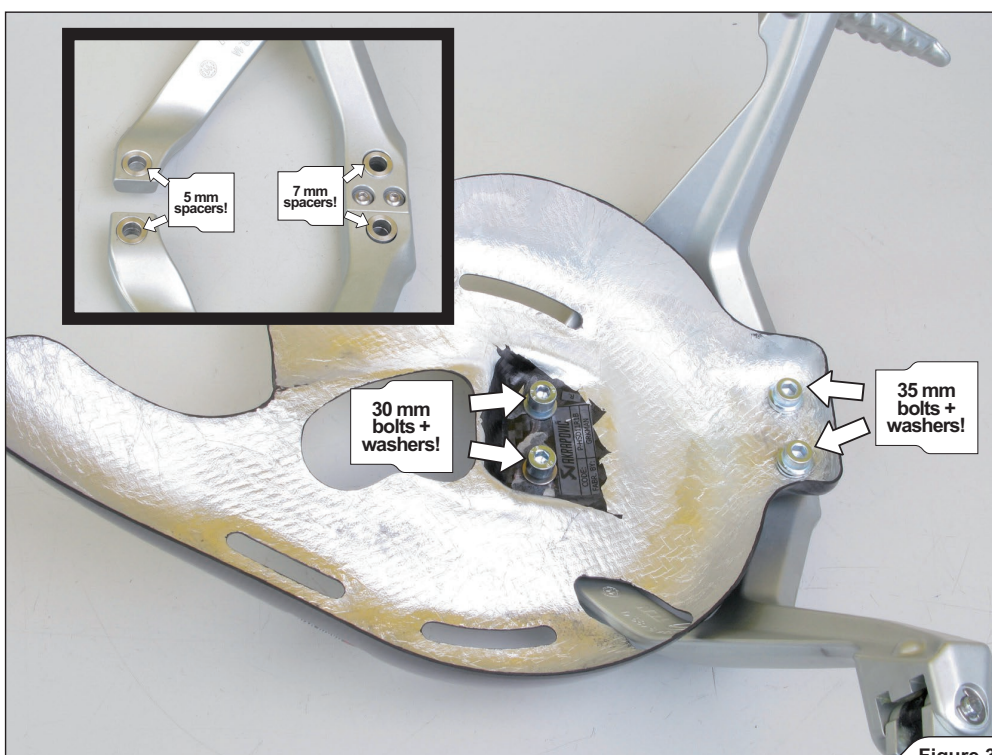

Figure 30
5. Solo per uso con pedane passeggero: installare il paracalore e le pedane passeggero sul telaio utilizzando distanziali, bulloni e rosette contenuti nel kit di installazione Akrapovič (Figure 30, 31).
5. For use of passengers foot rests only: install the heat shield and passengers foot rests onto the sub-frame using spacers, bolts and washers from Akrapovič installation kit (Figure 30, 31).